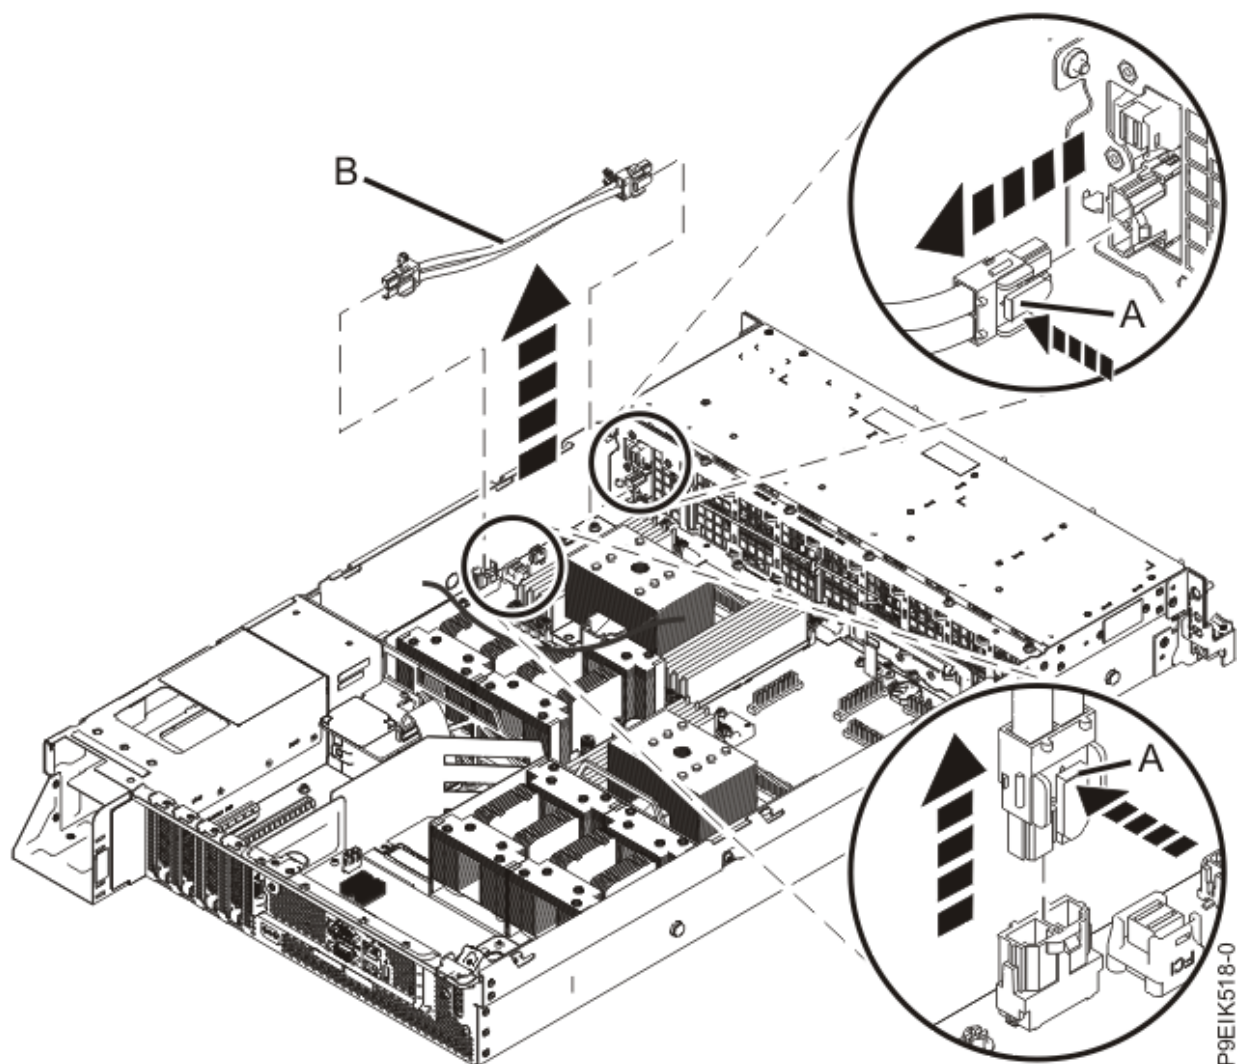

Figura 22. Extracción del cable de alimentación del ventilador del sistema
3. Sujete el extremo del conector del cable de alimentación del ventilador que está conectado a la tarjeta de expansión de alimentación. Consulte **(A)** en la Figura 22 en la página 31.